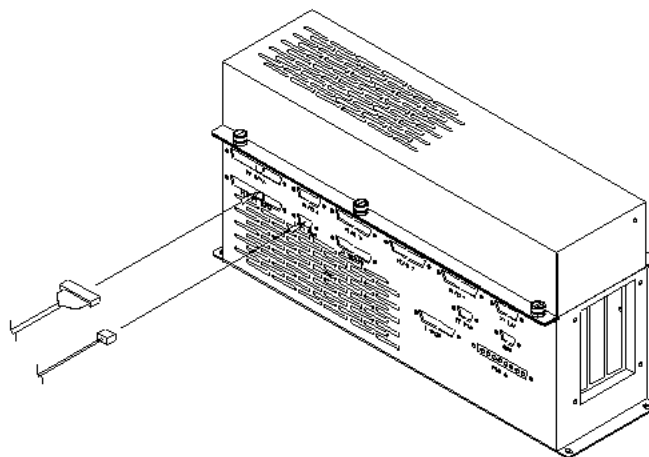

Figura 3-8
5. Collegate il cavo a nastro per i dati nella parte posteriore della periferica come mostrato nella Figura 3-8.